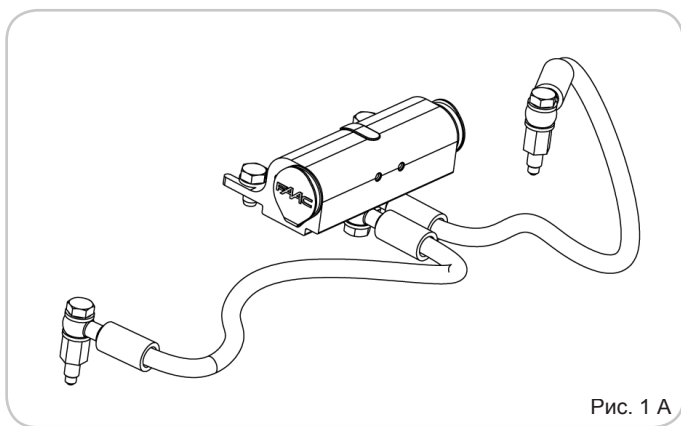

Рис. 1 А
- 2) Отверните винт (рис.1, позиция 1), совместив треугольные углубления прилагаемого ключа (рис.1, позиция 2) с винтом:
Дополнительное устройство разблокировки (рис. 1А)